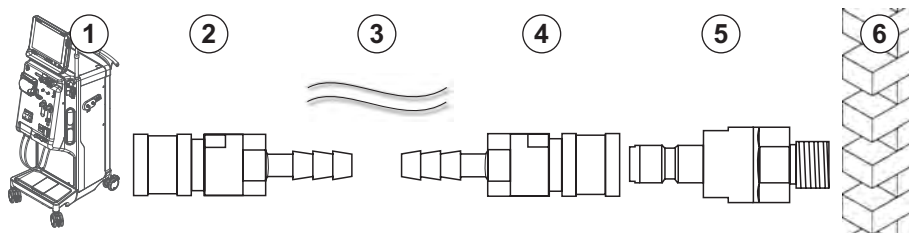
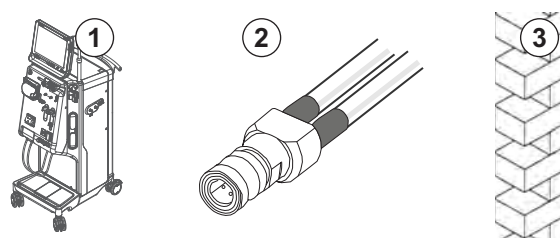

Рис. 4-4 Вариант 1: вход воды через муфту Aquaboss
Рис. 4-5 Вариант 2: вход воды через муфту Aquaboss для кольцевого трубопровода.
- Вариант 1: 2 муфты с внутренней резьбой (Рис. 4-4, ②, ④), внутренний диаметр гибкого шланга 9 мм, материал 1.4571 EPDM
- Вариант 1: 1 закрывающий ниппель с внешней резьбой ⑤, материал 1.4571 EPDM
- Вариант 2 (возможно использование кольцевого трубопровода): Вторичный кольцевой трубопровод с двойным Р-У-образным соединителем без мертвого пространства (Рис. 4-5, ②)
Вариант 2: используется кольцевой трубопровод. Шланги, идущие от стены и идущие к стене, закреплены на внешней муфте (Рис. 4-5, ②).
1. Подсоедините муфту с внутренней резьбой ② непосредственно к аппарату.